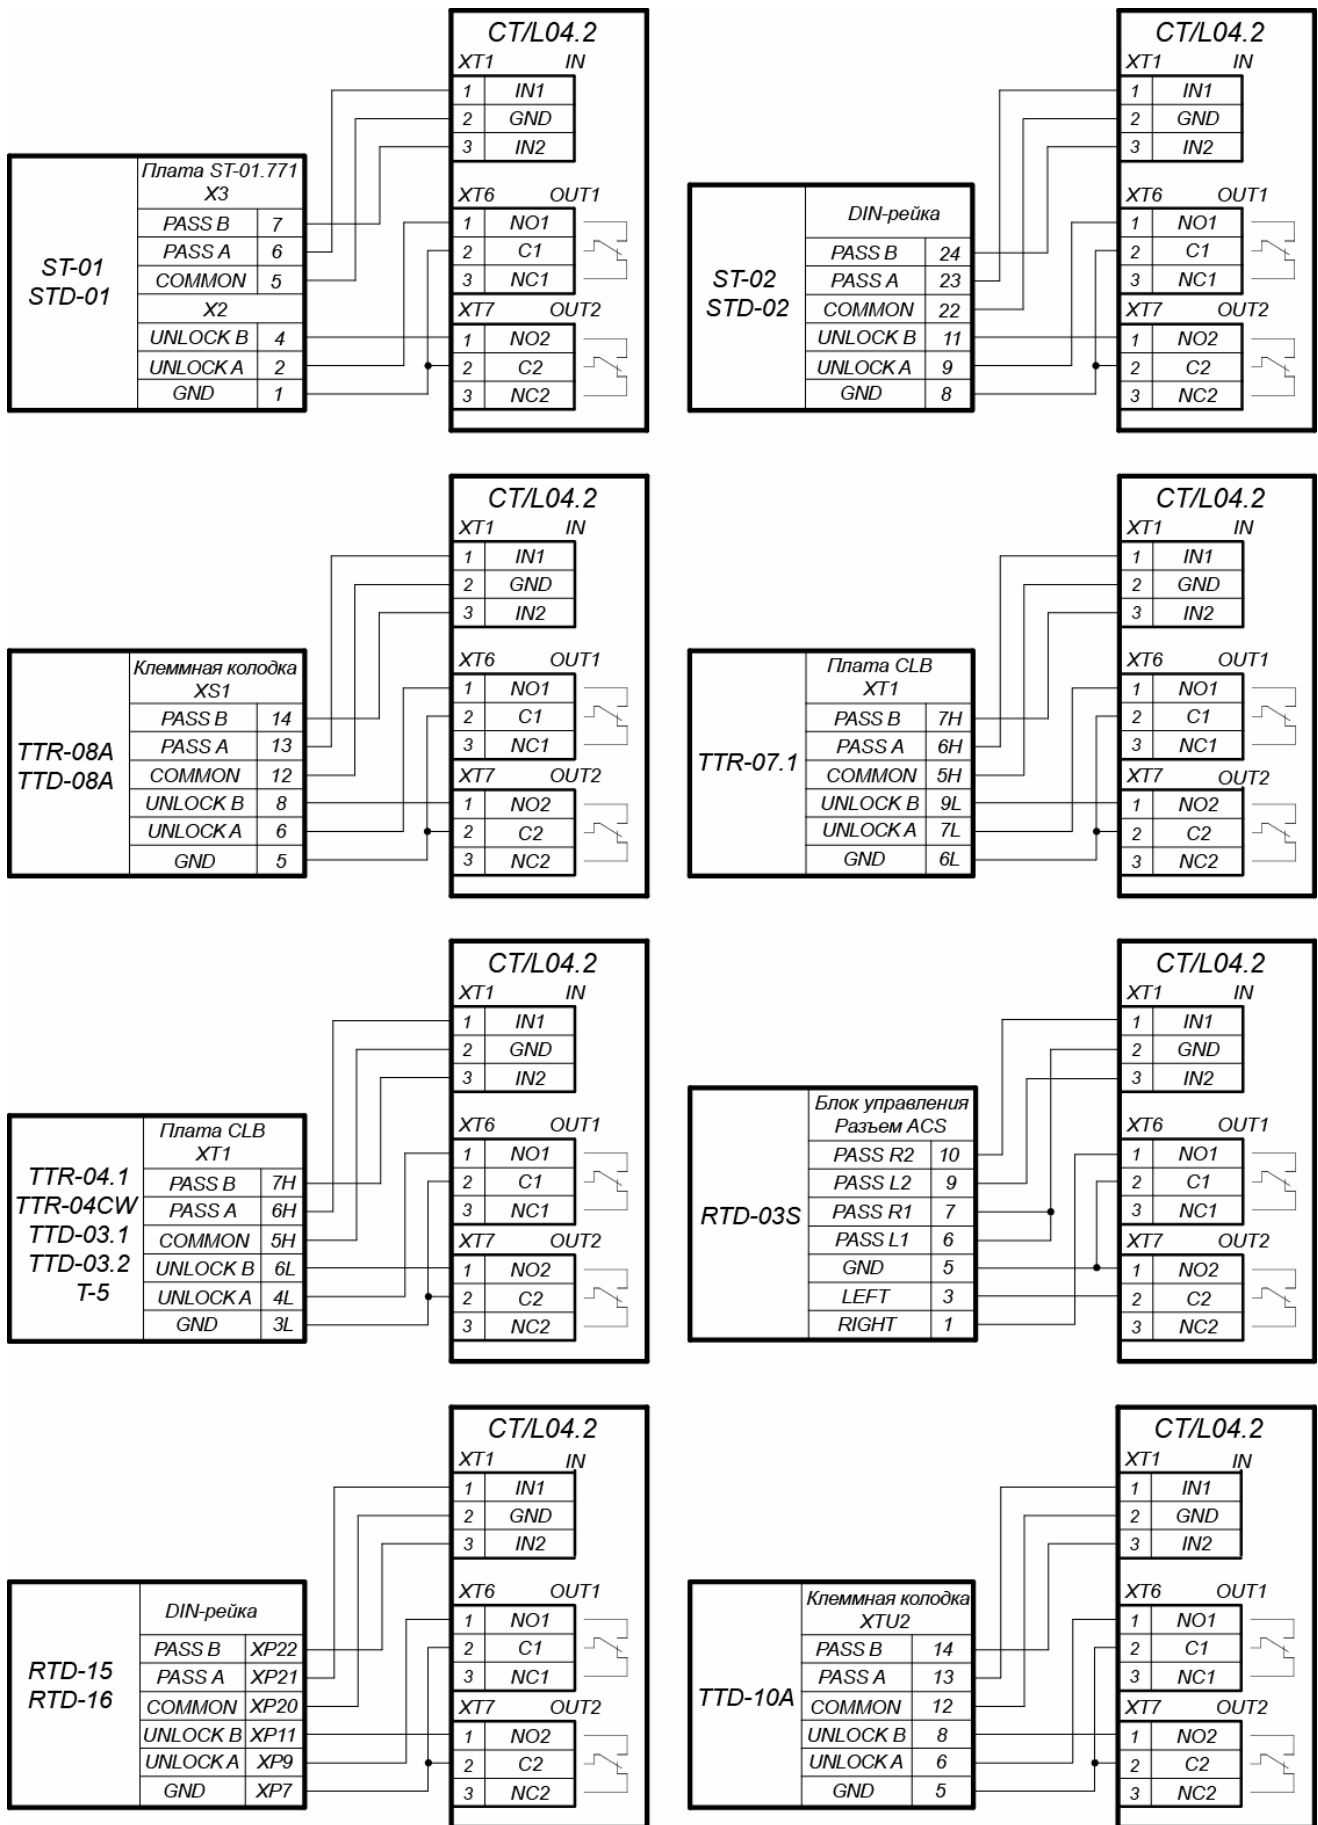

Рисунок 6. Схемы подключений турникетов в варианте конфигурации «Управление турникетом»
- Турникет (блок управления турникетом) подключается к клеммным колодкам **XT1**, **XT6**, **XT7** нижней платы контроллера в соответствии со схемой для данного типа турникета (см. рис. 6).